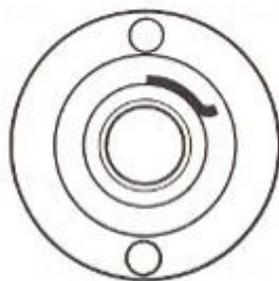

fig. 2
- Sans bloquer la came, présenter cet ensemble sur le vilebrequin et régler l'avance nécessaire, comme sur un volant classique. Maintenir le coup de pointeau du rotor en face du trait repère du plateau (voir figure 2 page ci-contre).